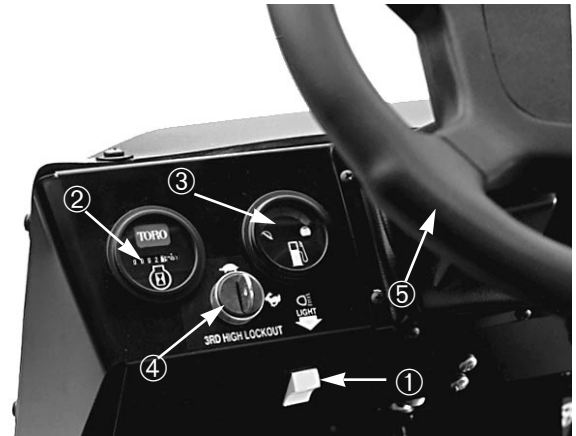

Fig. 8
Contaore (Fig. 8)—Indica il totale delle ore di funzionamento della macchina. Il contaore scatta ogniqualvolta si giri la chiave in posizione "ON".
Interruttore dei fari (Fig. 8)—Serve ad accendere e spegnere i fari; premere per accenderli (ON).
Indicatore del carburante (Fig. 8)—Indica il quantitativo di combustibile nel serbatoio. Funziona solo quando l'interruttore di accensione è in posizione "ON".
Interruttore di blocco del 3° livello (Fig. 8)—Spostare in posizione 'lento' e togliere la chiave per impedire l'uso della terza velocità nell'ambito della gamma superiore. Il motore si spegne se si ingrana la terza quando si è nella gamma superiore. Inserire la chiave con la dentellatura in basso, e spingerla per girarla. La chiave viene tolta in entrambe le posizioni.
Volante (Fig. 8)—Per guidare il veicolo. Se il motore si inceppa o il servosterzo non funziona a causa di un guas-